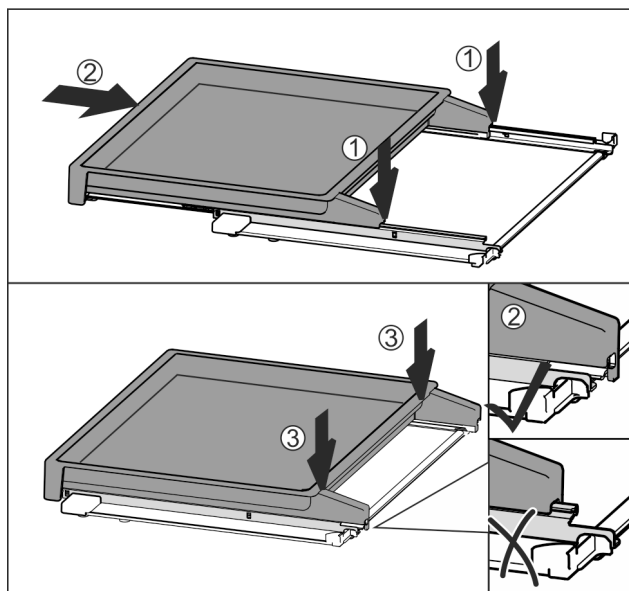

Fig. 113
- ▶ Așezați centrat pe șine Fig. 113 (1).
- ▶ Împingeți complet raftul extractibil în interior Fig. 113 (2).
- ▶ Apăsați pe partea din spate, până când acesta se cuplează cu un zgomot specific Fig. 113 (3).